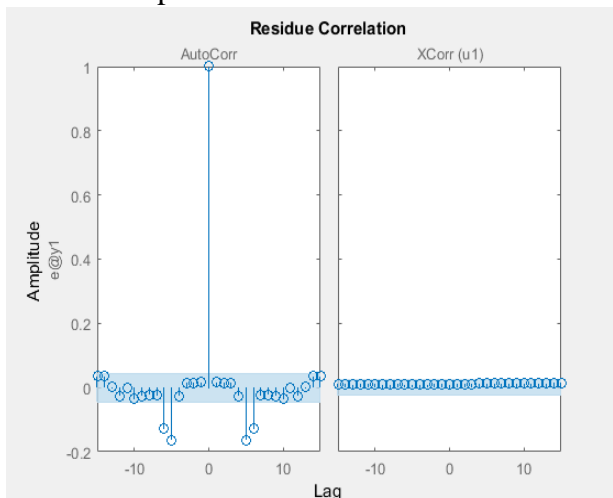

Figura 4
- validam modelul:  $resid(m\_w\_arx, d\_vd\_w, 15)$ ; (Figura 4)
Din Figura 4 primul grafic reprezinta functia de autocorelatie, iar al doilea grafic reprezinta functia de intercorelatie. Banda albastra este nivelul in care trebuie sa se incadreze valorile pentru a fi validat modelul. In acest caz se functia de autocorelatie este trecuta.